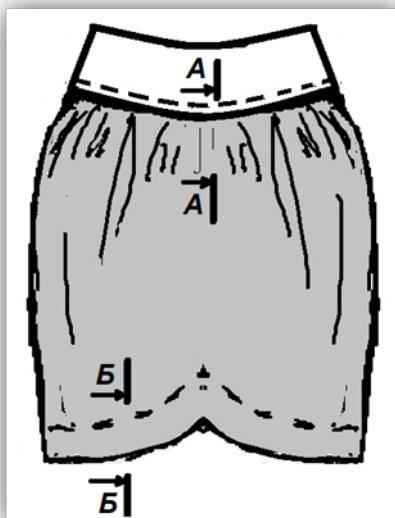

Рисунок 1 – Фрагмент платья. Переднее полотнище юбки с кокеткой
**Второй этап:** Моделирование фрагмента заданной модели **«Переднее полотнище юбки (ППЮ) с кокеткой»** женского платья (стр. 7, рис. 1) в натуральную величину и изготовление лекал
### **Третий этап: Изготовление (пошив) образца фрагмента заданной модели (стр. 7, рис. 1) женского платья.**
1) Внешний вид фрагмента заданного изделия должен полностью соответствовать техническому рисунку модели и художественно-техническому описанию (стр. 3, табл.1), рисунку фрагмента (стр. 7, рис. 1) и техническим требованиям в п.п.2.2 (при их наличии).